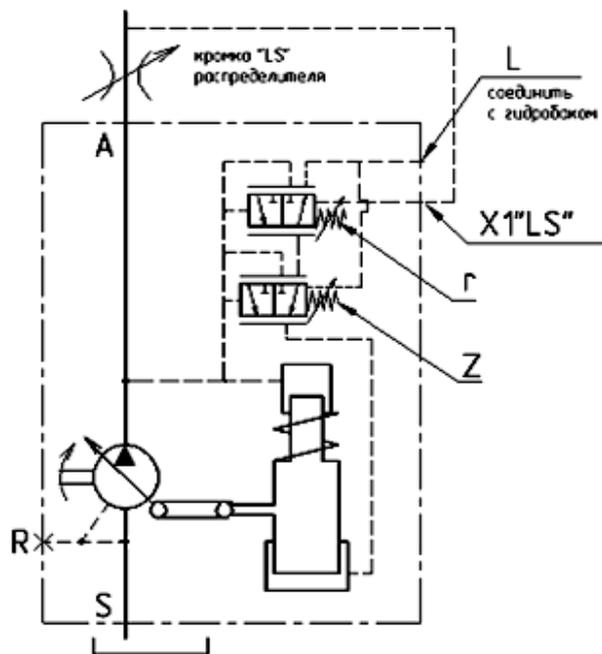

Рисунок 28 – Гидравлическая схема насосов с клапаном постоянного перепада давления (далее клапан LS) и клапаном отсечки по давлению.
- поддерживаемое давление P и максимальная потребляемая мощность $N_{пmax}$, при необходимости, могут быть изменены регулировкой винта Z (рисунок 28).